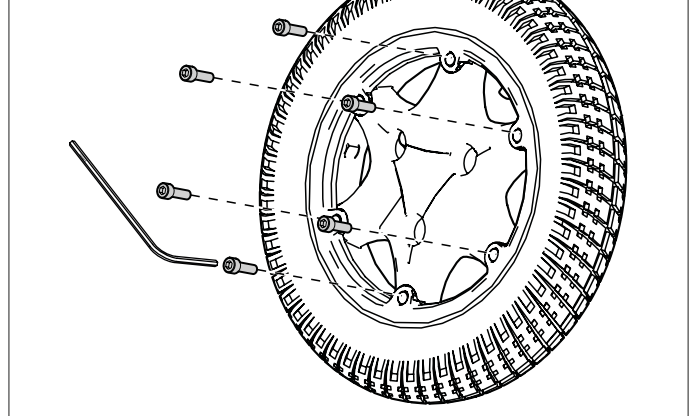

Fig. 8.6
- Die innere Felge von der Seitenwand des Reifens abheben (Fig. 8.6).